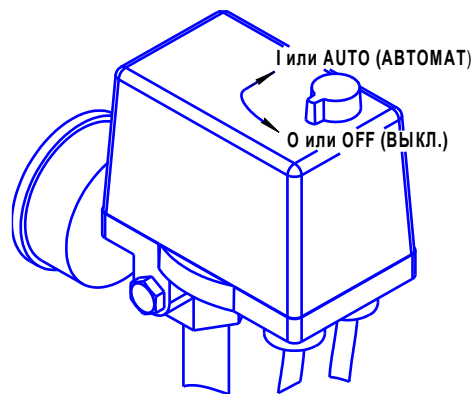

Рисунок 2
- 1 Проверьте, чтобы выключатель на маностате находился в выключенном положении "OFF" или "O", в зависимости от исполнения (см. рисунок 2).
- 1 Выключить компрессор выключателем на маностате. Для этого необходимо переключить выключатель в положение "OFF" или "O", в зависимости от исполнения (см. рисунок 2). После этого остановится электродвигатель и произойдет сброс давления из нагнетательного воздухопровода и поршневого блока.
Для пуска компрессоров АВ 500-998, АВТ 500-2200 WB после срабатывания защиты выполните следующие действия: после того, как двигатель остынет до допустимой температуры переключите выключатель на маностате в положение "OFF" (см. рисунок 2), а затем включите компрессор переключив выключатель в положение "AUTO".